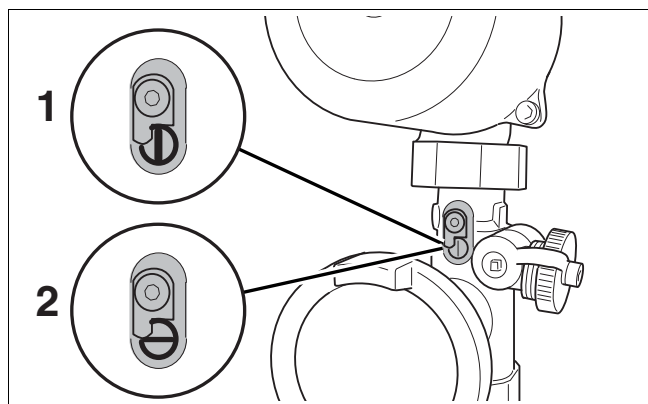

Bild 101 Backventil
- Öppna anslutningsgruppens backventil genom att vrida $\frac{1}{4}$ varv (bild 101, pos. 1).
- Stäng backventilen igen när värmeanläggningen är helt tom (bild 101, pos. 2).